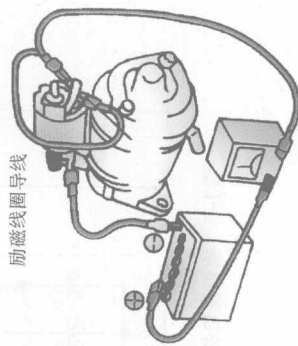

图3-9 起动机空载性能的测试
4) 起动机空载性能的测试。如图3-9所示,将励磁线圈导线连接到接线柱上,按图3-9所示的方法,将蓄电池及电流表与起动机连接,此时小齿轮应伸出,且起动机应平稳地运转。检查电流表是否指示出规定的电流,规定电流值为:11V时小于50A。